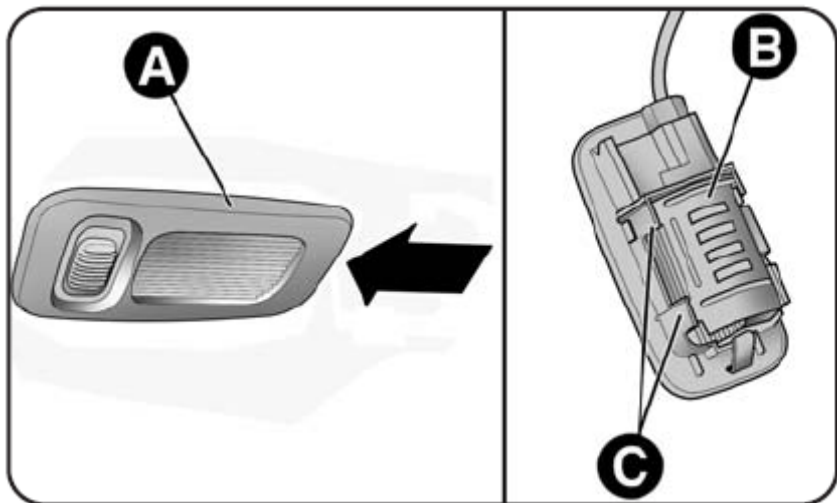

Рис. 36
- Опустите солнцезащитный козырек и выньте плафон **A** – рис. 36 поддев его в точке, указанной стрелкой;